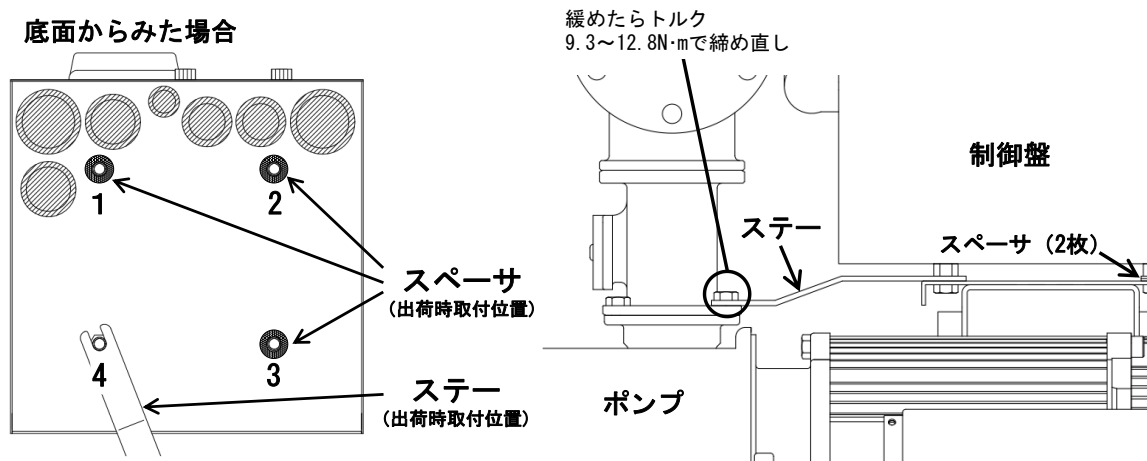

図5 スペーサ、ステー取付位置
- ③ 制御盤底部のボルトについてるスペーサを図5の1,3,4の位置に付け替えます。